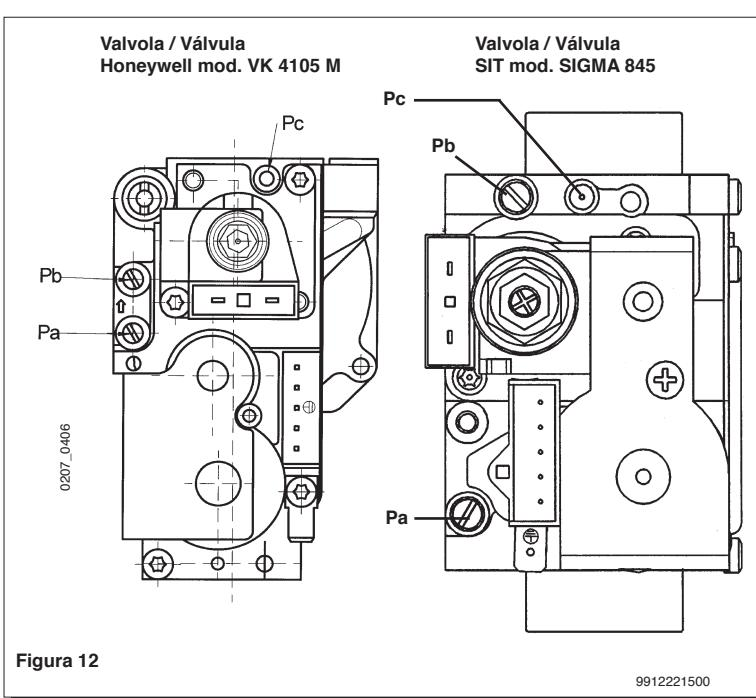

Figura 12
Le modalità di taratura del regolatore di pressione sono leggermente differenti a seconda del tipo di valvola del gas utilizzata (HONEYWELL o SIT vedi figura 12).
- collegare la presa di pressione positiva di un manometro differenziale, possibilmente ad acqua, alla presa di pressione (Pb) della valvola del gas (figura 12). Collegare, solo per i modelli a camera stagna, la presa negativa dello stesso manometro ad un apposito "T" che permetta di collegare insieme la presa di compensazione della caldaia, la presa di compensazione della valvola del gas (Pc) ed il manometro stesso. (Una pari misura può essere effettuata collegando il manometro alla presa di pressione (Pb) e senza il pannello frontale della camera stagna); Una misura della pressione ai bruciatori effettuata con metodi diversi da quelli descritti potrebbe risultare falsata in quanto non terrebbe conto della depressione creata dal ventilatore nella camera stagna.
- verificare che la pressione dinamica di alimentazione della caldaia, misurata alla presa di pressione (Pa) della valvola del gas (figura 12) sia quella corretta (30 mbar per il gas butano, 37 mbar per il gas propano o 20 mbar per il gas naturale).
Las modalidades de calibrado del regulador de presión difieren ligeramente según el tipo de válvula del gas utilizada (HONEYWELL o Sit, véase figura 12).
- conectar la toma de presión positiva de un manómetro diferencial, posiblemente de agua, a la toma de presión (Pb) de la válvula del gas (figura 12). Conectar, sólo para los modelos a cámara estanca, la toma negativa del mismo manómetro a un especial "T" que permita conectar entre ellos la toma de compensación de la caldera, la toma de compensación de la válvula del gas (Pc) y el manómetro mismo. (Se puede efectuar una medición equivalente conectando el manómetro a la toma de presión (Pb) y sin el panel frontal de la cámara estanca); Una medición de la presión en los quemadores efectuada con métodos diferentes a los descritos podría resultar incorrecta, dado que no tomaría en cuenta la depresión creada por el ventilador en la cámara estanca.
- controlar que la presión dinámica de alimentación de la caldera, medida en la toma de presión (Pa) de la válvula del gas (figura 12), sea correcta (28 mbar para el gas butano, 37 mbar para el gas propano o 20 mbar para el gas natural).